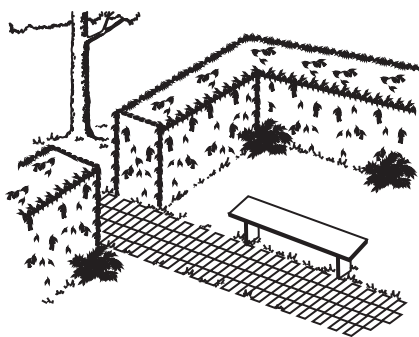

Fig. 5
- Pour tailler les côtés d'une haie, dirigez le taille-haie vers le bas et balayez vers le haut. Taillez les côtés de la haie de façon à ce qu'elle soit légèrement plus étroite en haut (Fig. 5).